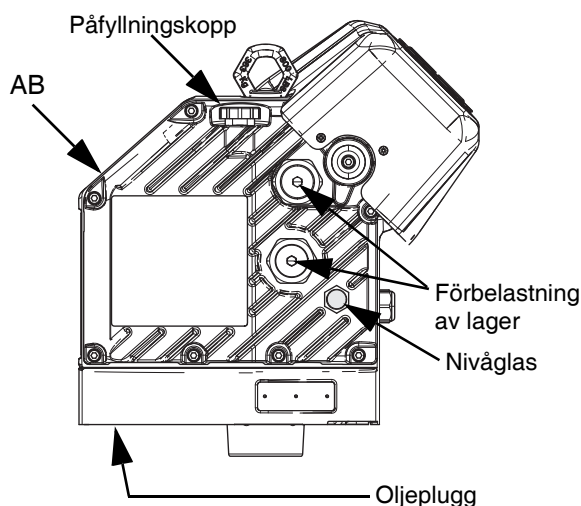

FIG. 32: Siktglas och lock för oljepåfyllning
3. Ta bort oljepluggen. Urtappningspluggens placering framgår i FIG. 32. Låt all olja rinna ut från drivenheten (AB).
Se FIG. 32 nedan. Kontrollera oljenivån i siktglaset regelbundet. När drivenheten (AB) inte körs ska oljenivån vara ungefär halvvägs på siktglaset. Om oljenivån är låg, öppna påfyllningslock och fyll på ISO 220 silikonfri syntetisk EP växelolja från Graco med artikelnr. 16W645.